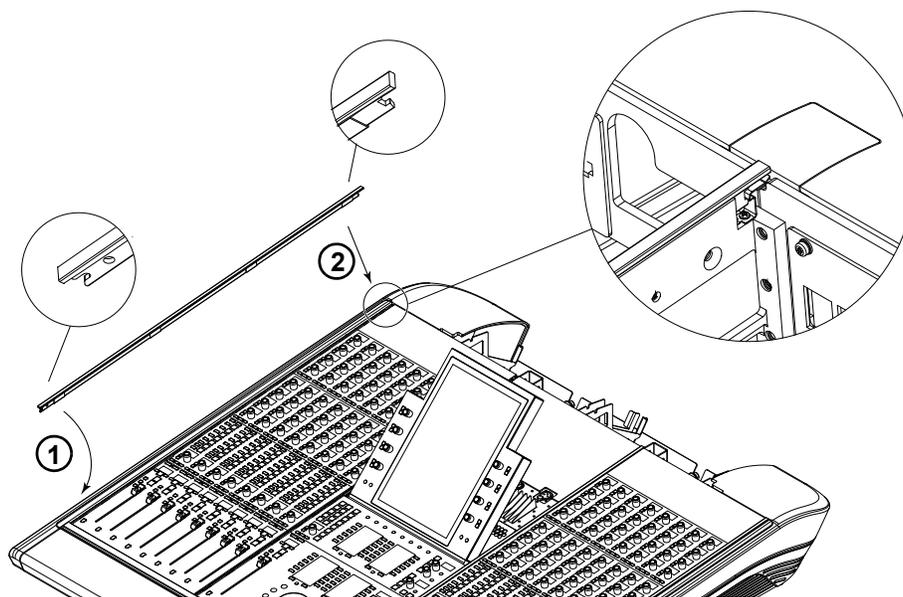

Figura 39. Instalar un perfil en T
- 2 Toma el primer perfil en T y, orientándolo como se muestra en la Figura 39, haz lo siguiente: